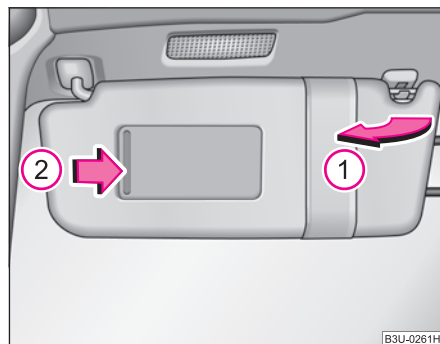

Fig. 47 Parasol: girar
La visera parasol para el conductor o acompañante se puede extraer de la fijación y girarla hacia la puerta en el sentido de la flecha ① ⇒ fig. 47.